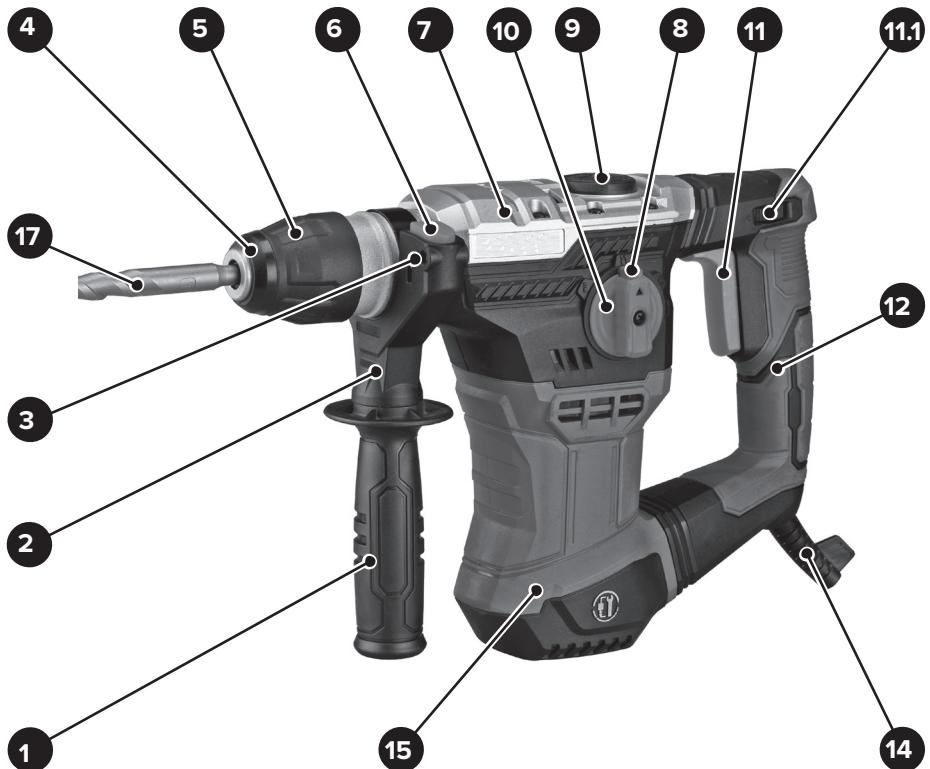

Рисунок 2 — Положения переключателя перфоратора в зависимости от выбранного режима работы
• Рабочие режимы положения переключателя 10 (см. рис. 2):
• Наладочный режим положения переключателя 10 (см. рис. 2):
• Установите переключатель режима работы 10, так чтобы маркер 16 указывал на положение «1 – сверление» (см. рис. 2). Перед тем как установить переключатель 10 в выбранное положение нажмите на кнопку стопорения 8 (см. рис. 1 и 2).
- С помощью переключателя 10 производят наладку перфоратора на выбранный рабочий режим работы: «1 – сверление», «2 – перфорирование», «4 – долбление» (см. рис. 2). Также при установке переключателя 10 в позицию «3 – поворот зубила» регулируют положение режущей части ударного инструмента относительно продольной оси перфоратора.